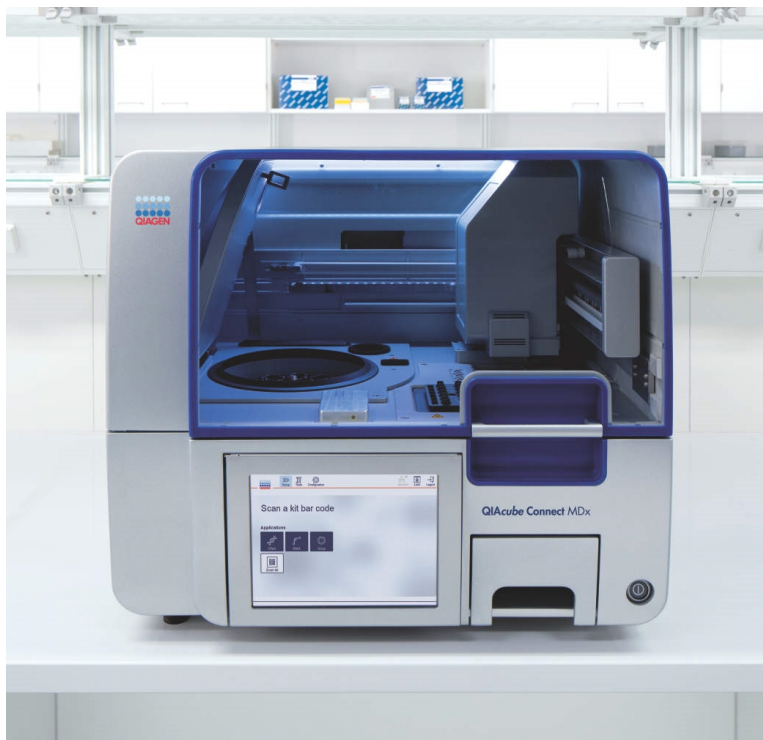

Figure 1. Le QIAcube Connect MDx.
- La procédure de centrifugation, qui nécessite une centrifugeuse ou peut être automatisée sur le QIAcube® Connect MDx (Figure 1), et